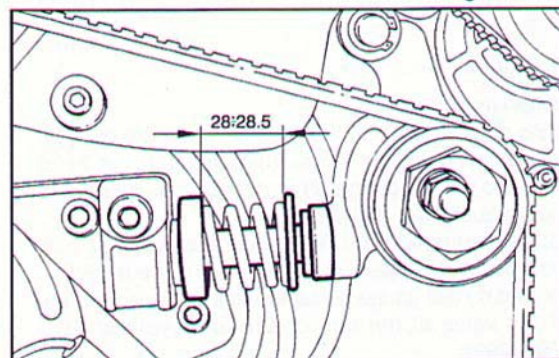

Fig. 297 ▼
- verificare la tensione della cinghia di distribuzione, che risulta corretta quando, con cilindro n° 1 al PMS, la distanza fra il piattello di battuta della molla e il piano di riscontro del puntale è pari a $28 \pm 28,5$ mm (Fig. 297).
- check tension of the timing belt, which is correct when, with cylinder no. 1 at TDC, the distance between abutment plate of the spring and the rod surface plate is $28 - 28.5$ mm (Fig. 297).